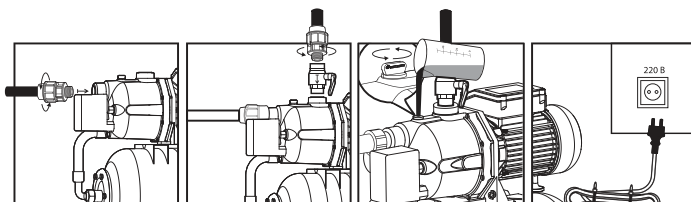

Рисунок 5
**При первоначальном пуске насоса-автомата с гидроаккумулятором необходимо** предварительно заполнить насос и всасывающую магистраль, оснащенную обратным клапаном с фильтром сеткой, водой через заливное отверстие. Для этого следует вывернуть пробку (рисунок 5), находящуюся в верхней части насоса и заливать воду до тех пор, пока из заливного отверстия не начнет вытекать вода без пузырьков воздуха. Установить пробку в исходное положение. Далее присоединяем к выходу насоса (на напорную магистраль) кран и закрываем его. Включаем насос в электрическую сеть на непродолжительное время. Выключаем насос. После этого приоткрываем кран для спуска воздуха. Закрываем кран. Повторно доливаем в насос и всасывающую магистраль воду через заливное отверстие. В зависимости от длины всасывающей и напорной магистрали указанный алгоритм действий нужно будет повторить несколько раз. Как только из всасывающей магистрали будет удален весь воздух, насос наполнит гидроаккумулятор и произойдет набор установленного давления - насос отключится. Контроль роста давления осуществляется по штатному манометру.